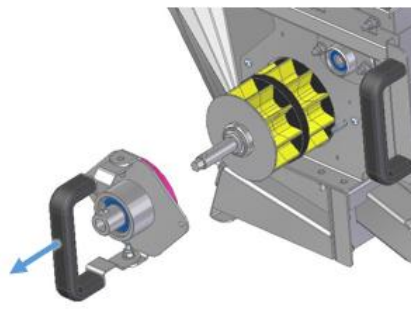

Figura 19
- Al extraer el pasador se puede retirar la brida de cojinete del eje de siembra (véase Figura 19).